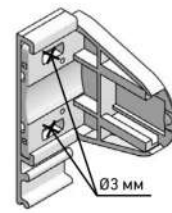

рис. 4
3. Просверлить по два отверстия диаметром 3 мм на выступах каждого кронштейна (рис.4).